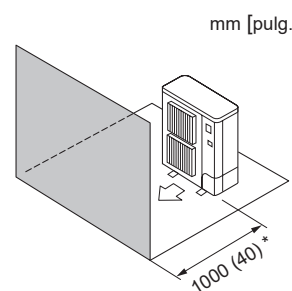

Fig. 2-9
- (4) Obstáculos sólo en la parte delantera (Fig. 2-9)